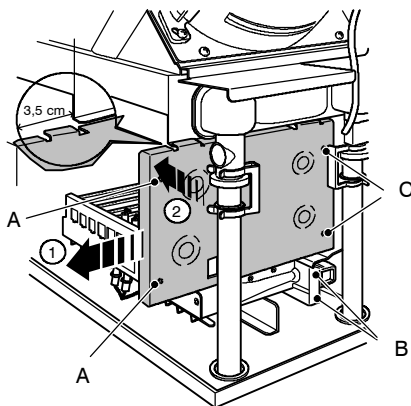
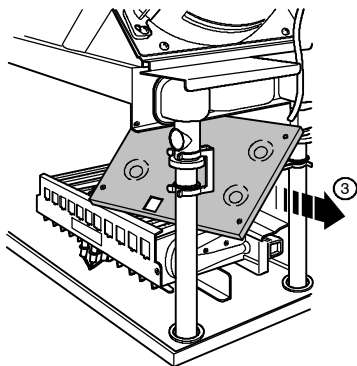

fig. 8.1
fig. 8.2
- 4 Desatornille los tornillos A (fig. 8.1) y desplace a la izquierda el panel lateral de la cámara de combustión.
- 5 Desatornille los tornillos B (fig. 8.1) y quite el deflector.
- 6 Desatornille los tornillos C (fig. 8.1) y quite el panel delantero de la cámara de combustión desplazándolo lateralmente durante 3,5 cm aproximadamente, girándolo hacia adentro de la cámara de combustión y, a continuación, desplazándolo frontalmente (fig. 8.2).